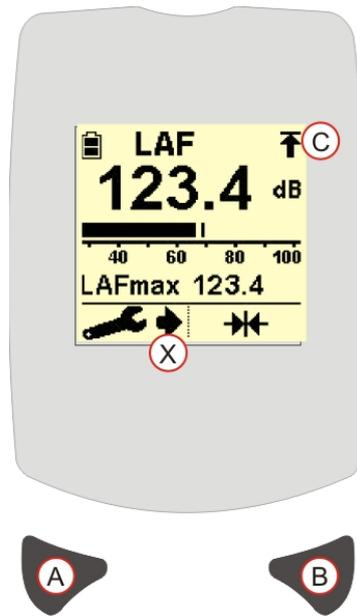

图 7 设备设置
1. 可以从“测量”屏幕（请参阅图 7）更改“设备设置”。
2. 按下并释放左键 (A)。在“设置”键旁边将显示一个“箭头”(X)，表示“设置菜单”已启用。请注意，复位标志  将被相关的设置代替，该设置可根据下列说明进行更改。
3. 反复按下并释放左键 (A)，循环浏览“设置”屏幕。请注意，所显示的屏幕将取决于您购买的 CEL-200 序列声级计的型号。
4. 按右键 (B)，对以下 A – G 部分中的每个设置进行更改。
应根据被噪音的最大值来仔细选择适当的测量范围。确保被测量的噪音位于所选的测量范围内。如果显示“超范围”指示器(↑)，则表示选择了不正确的测量范围。（请参阅图 7 [C]）。如果噪音值低于所选的测量范围，“--dB”将显示。